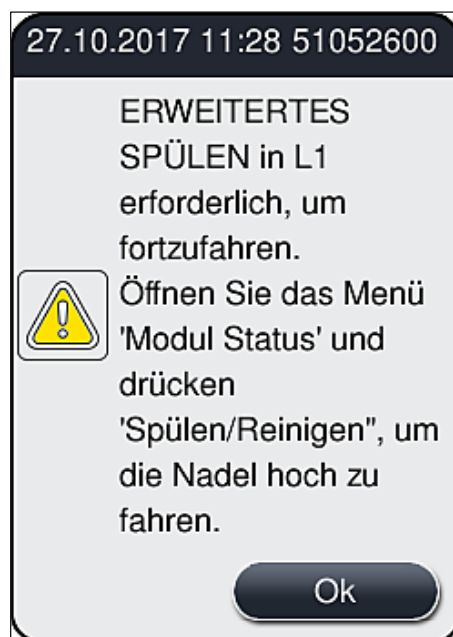

Abb. 100
2. Die folgende Meldung (→ Abb. 100) beachten und mit der Taste **Ok** bestätigen.